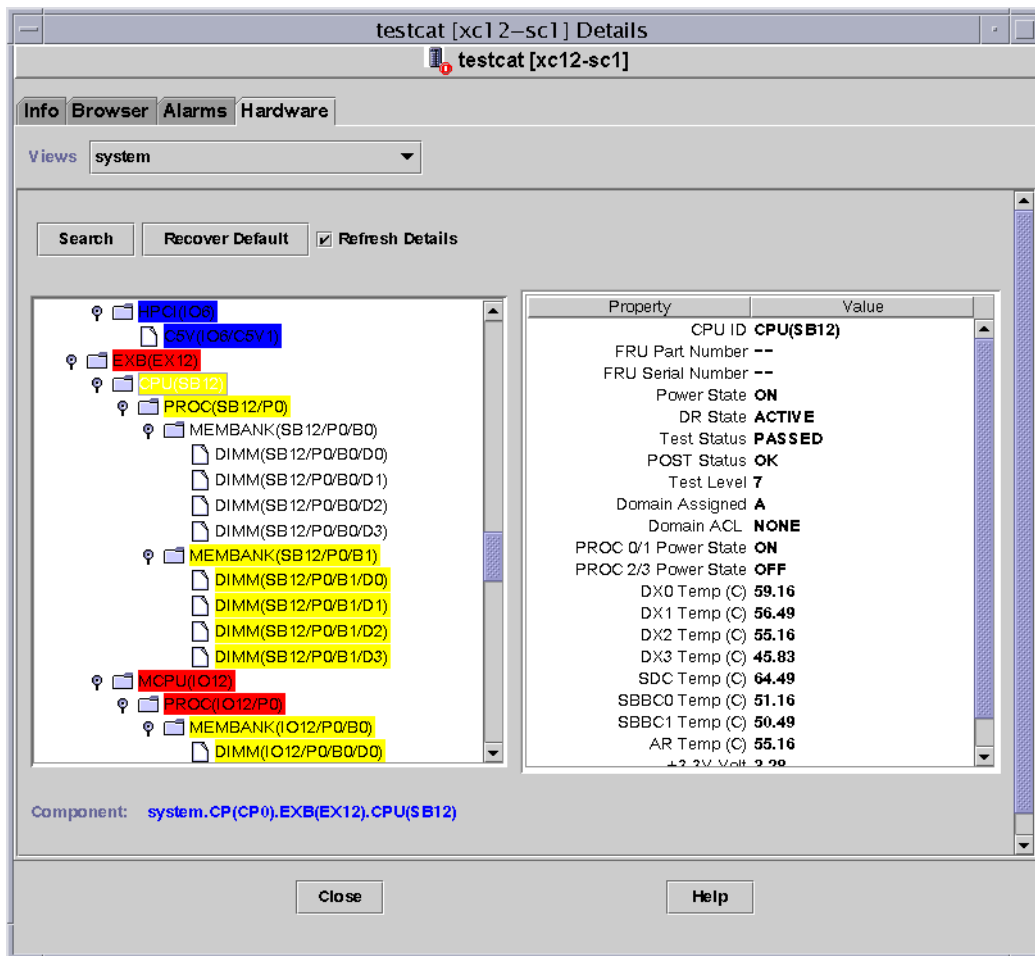

图 5-4 Sun Fire 15K/12K 平台逻辑视图
4. 单击 “Expand All（扩展所有）” 按钮，然后单击左侧窗格的一个对象，以查看类似于图 5-4 的逻辑视图。